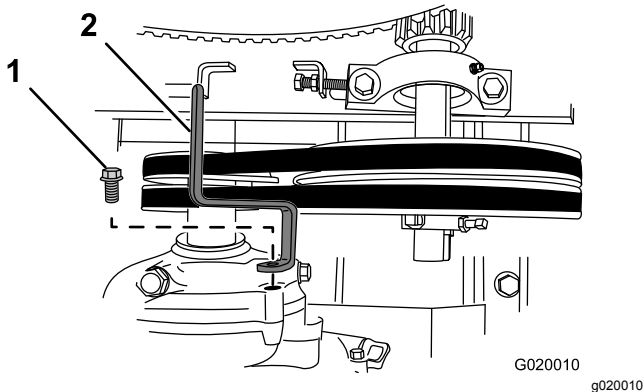

Figura 70
6. Retire el perno que sujeta la guía de las correas al motor, y retire la guía de las correas (Figura 70).
10. Sujete la guía de las correas provisionalmente al motor (Figura 70) con el perno que se retiró en el paso 6 de Retirada de las correas \(página 48\).